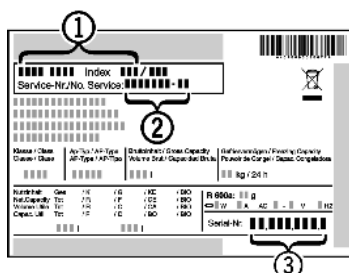

Fig. 10
- ▶ Ierīces nosaukumu Fig. 10 (1), servisa Nr. Fig. 10 (2) un sērijas Nr. Fig. 10 (3) nolasiet no datu plāksnītes. Datu plāksnīte atrodas ierīces iekšpusē pa kreisi.
- ▶ Informējiet tehniskās apkopes dienestu un paziņojiet par bojājumu, ierīces nosaukumu Fig. 10 (1), servisa Nr. Fig. 10 (2) un sērijas Nr. Fig. 10 (3).